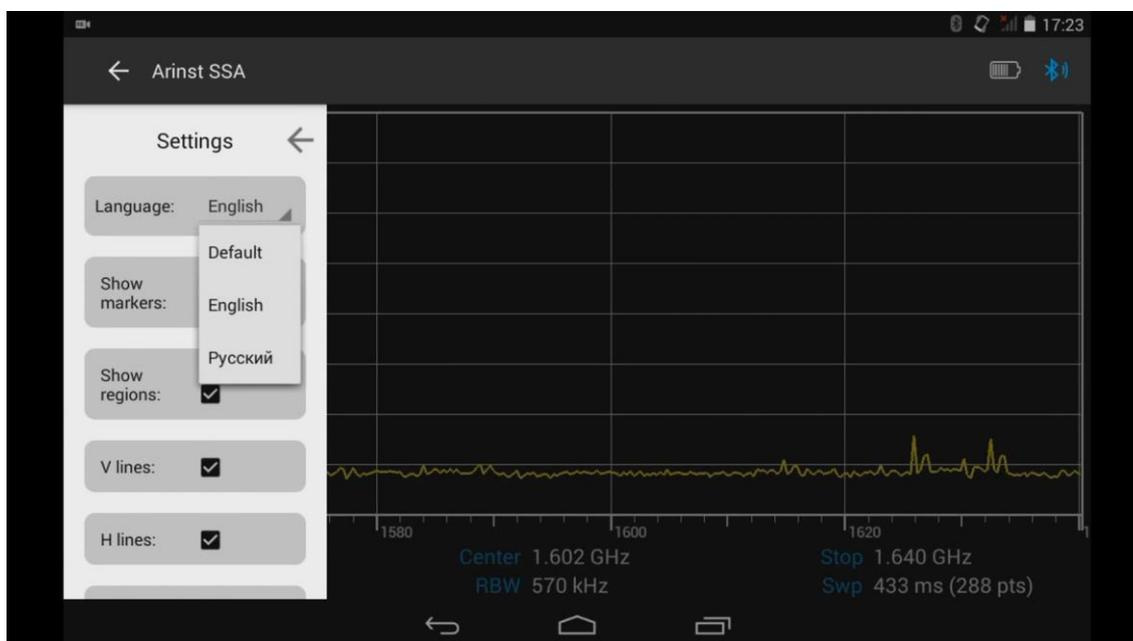

Рисунок 63 – Выбор языка интерфейса управляющей программы
8.10.2. Для установки языка интерфейса, нажмите на кнопку **Language**, и в появившемся окне выберите язык интерфейса управляющей программы, рисунок 63.